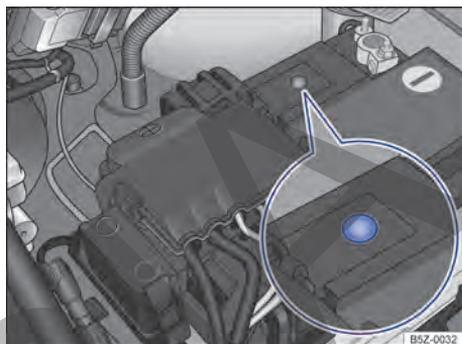

Fig. 202 En el compartimento del motor: ejemplo de posición del visor en el lado superior de la batería del vehículo.
- El visor redondo → fig. 202 en la parte superior de la batería del vehículo cambia de color dependiendo del nivel del electrólito.